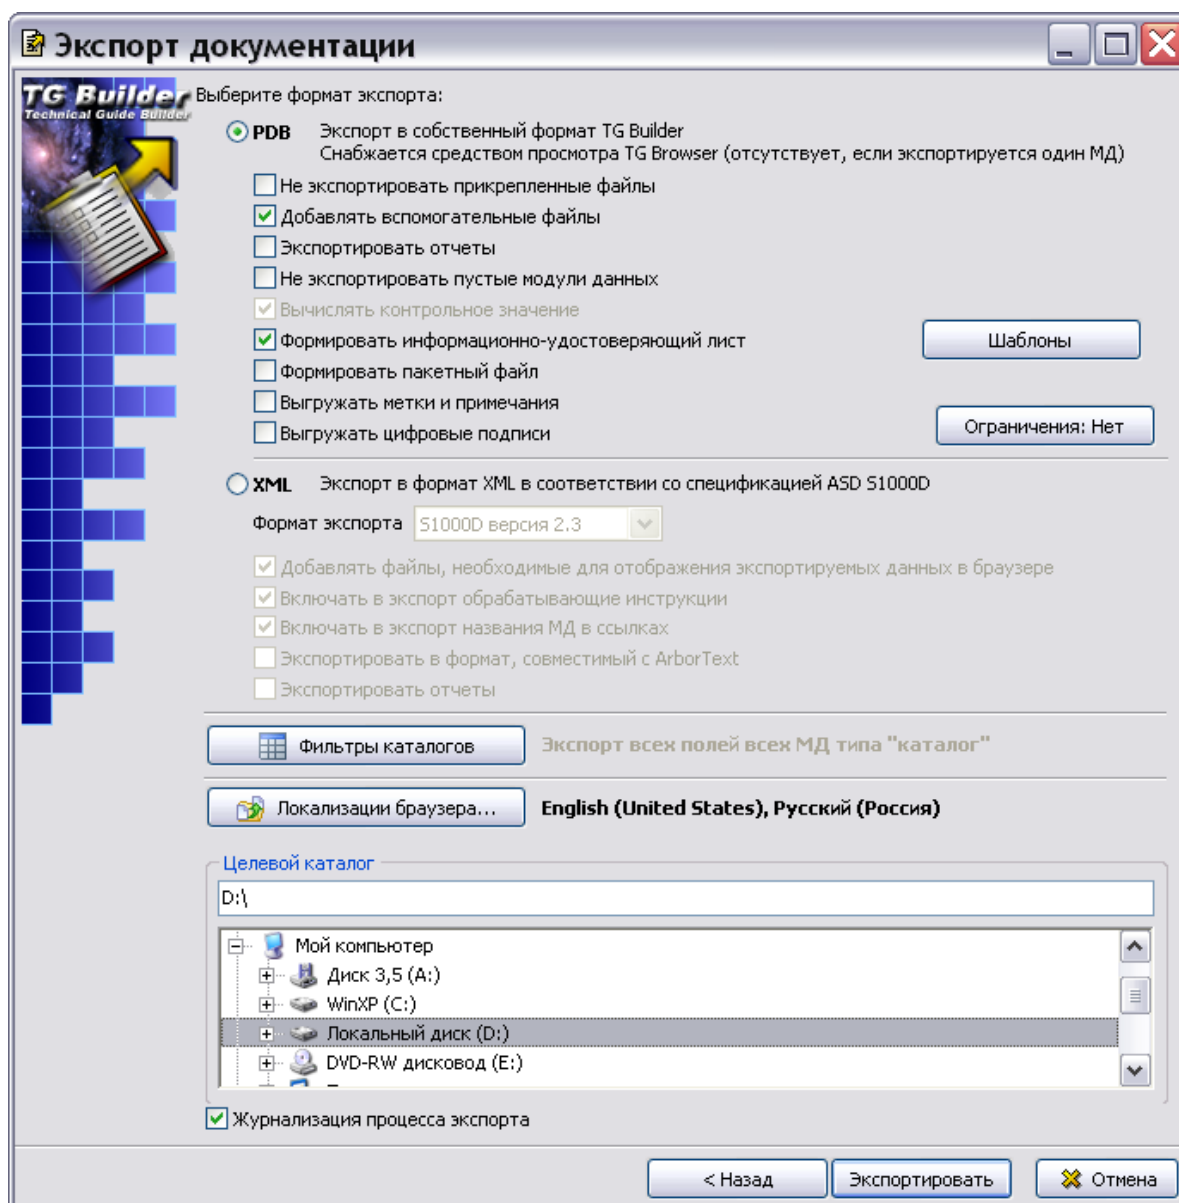

Рис. 21.39
7. Нажмите на кнопку **Далее**. После этого откроется вторая часть диалогового окна **Экспорт документации** (Рис. 21.39).